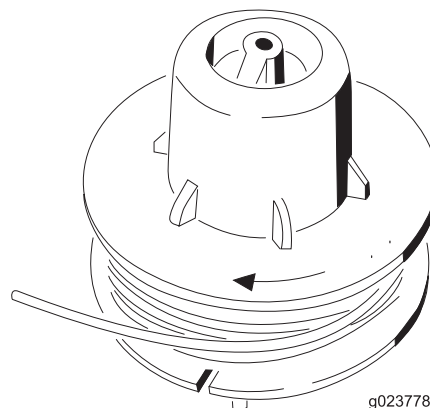

Figura 8
- B. Enrolle el hilo en el sentido que marca la flecha del carrete, de forma homogénea, en el canal del carrete (Figura 8).